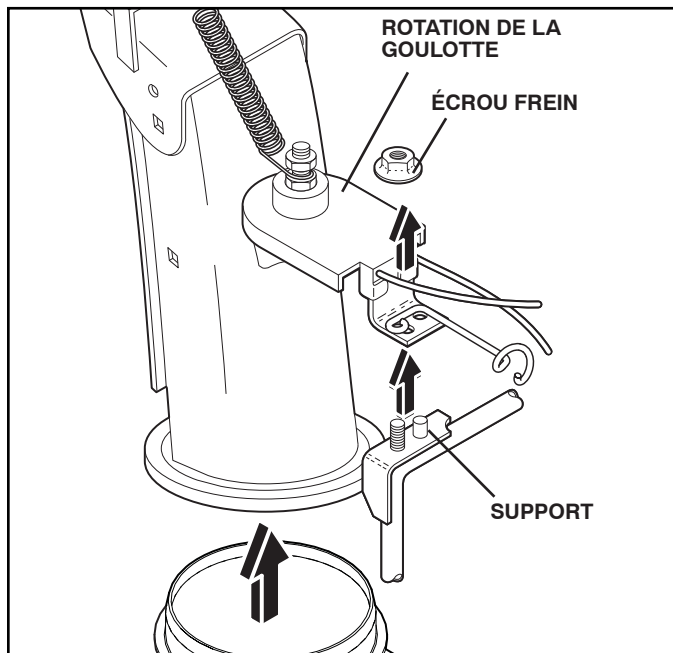

FIG. 21
2. ENLEVER LA GOULOTTE D'ÉVACUATION – Desserrer le contre-écrou qui retient la tête de rotation de la goulotte au support de montage. Desserrer-la juste assez pour permettre à la tête de rotation de la goulotte d'être surélevée et que la goulotte d'évacuation puisse être enlevée de sur la souffleuse à neige (Voir la Fig. 21).